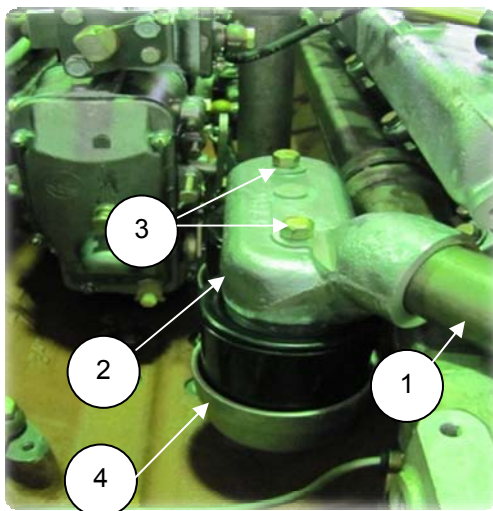

Рис. 2.33
2. Вынуть трубку (1) из патрубке крышки сапуна (рис. 2.33);
3. Снять крышку сапуна (2), отвернув 2 болта (3) М8 (S=14), вынуть стаканы и снять корпус сапуна (4), отвернув 2 болта М10 (S=14) (рис. 2.33):